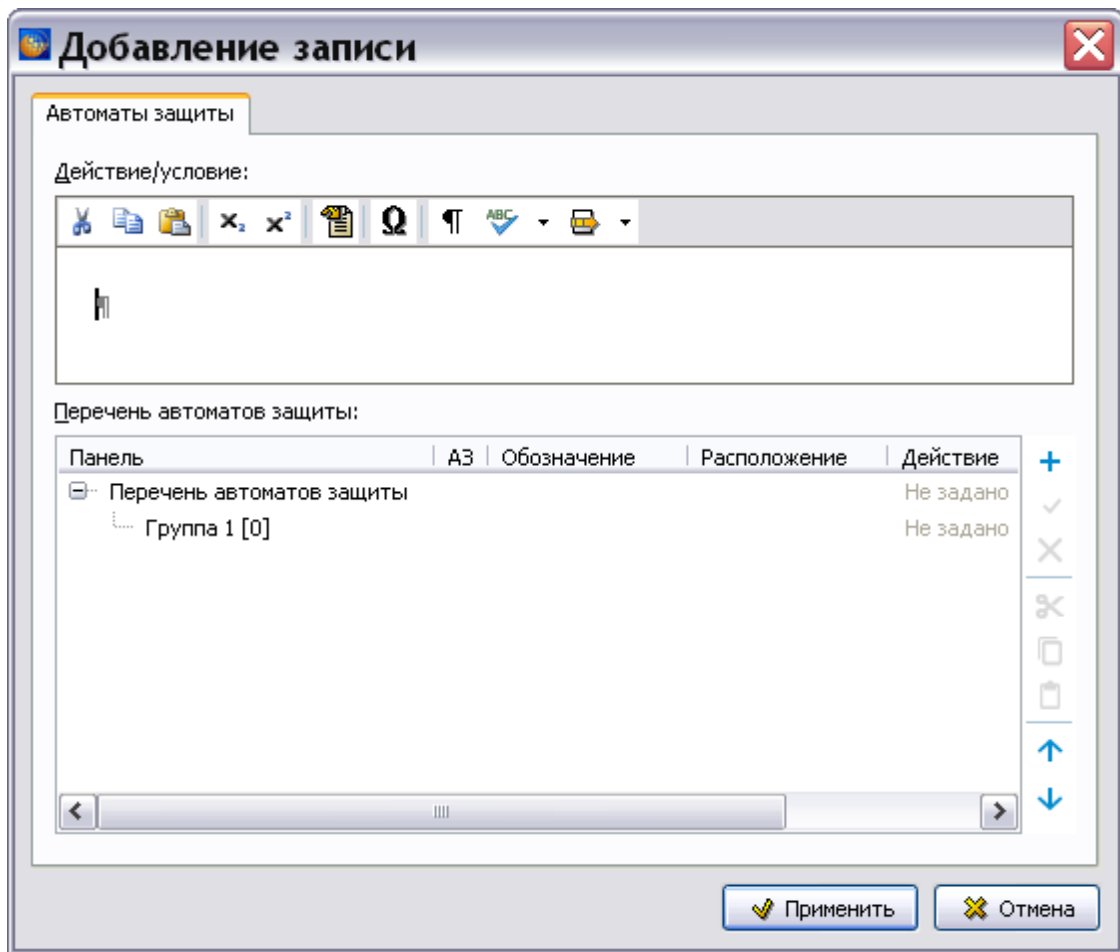

Рисунок 842
2) Щелкните левой кнопкой мыши по полю автоматов защиты сети и нажмите на кнопку **Добавить** на панели инструментов редактора или выберите команду из контекстного меню. При этом появится окно **Добавление записи** (рисунок 842).